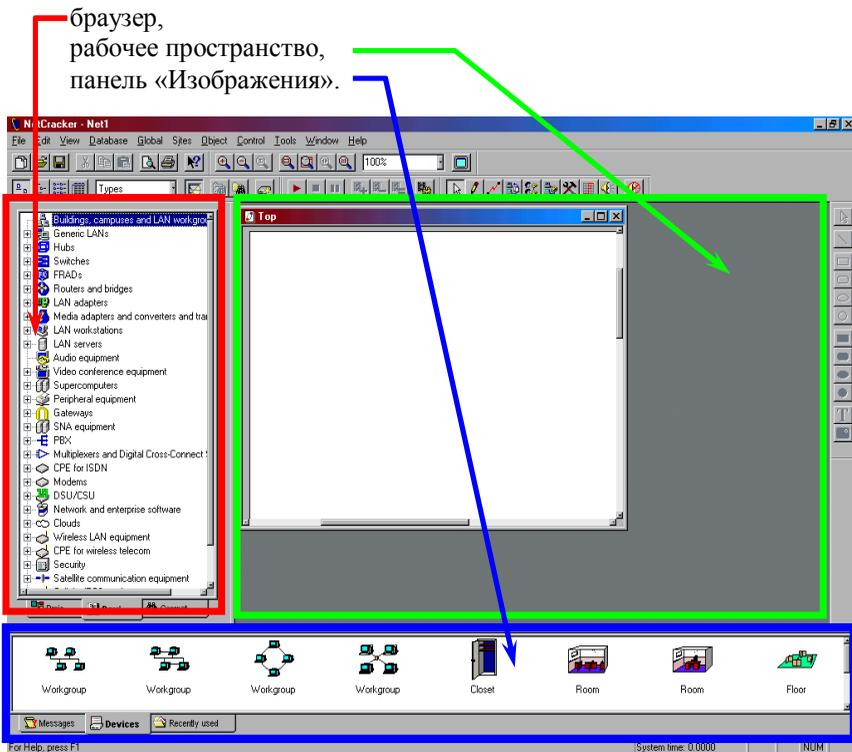

Рис. 4.4. Основное окно NetCracker Professional
1. Запустите приложение NetCracker Professional. В дополнение к области заголовка, главному меню и инструментальным панелям, окно NetCracker Professional в основном состоит из трех областей (Рис. 4.4). При этом рабочее пространство NetCracker Professional содержит пустой проект Net1.